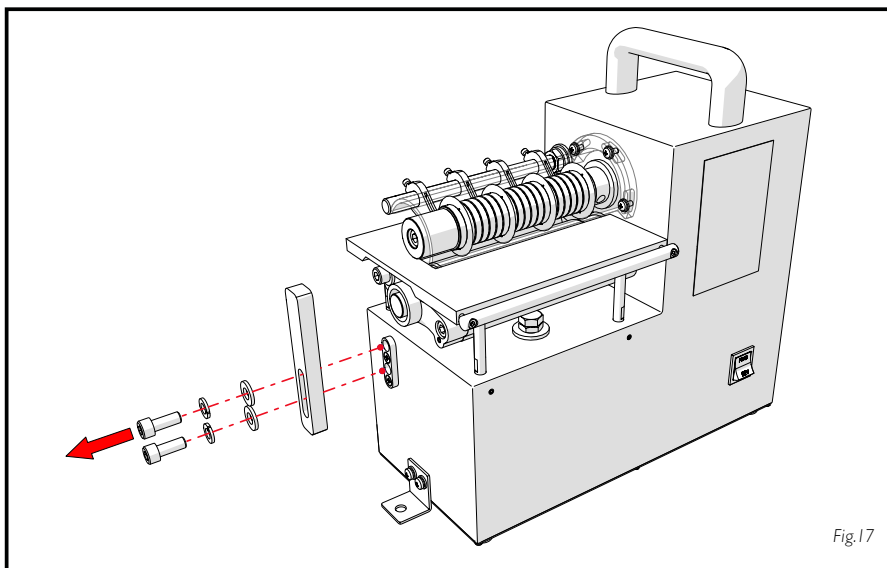

Fig.17
- Снимите скобу ролика с помощью шестигранного ключа. Рис. 17